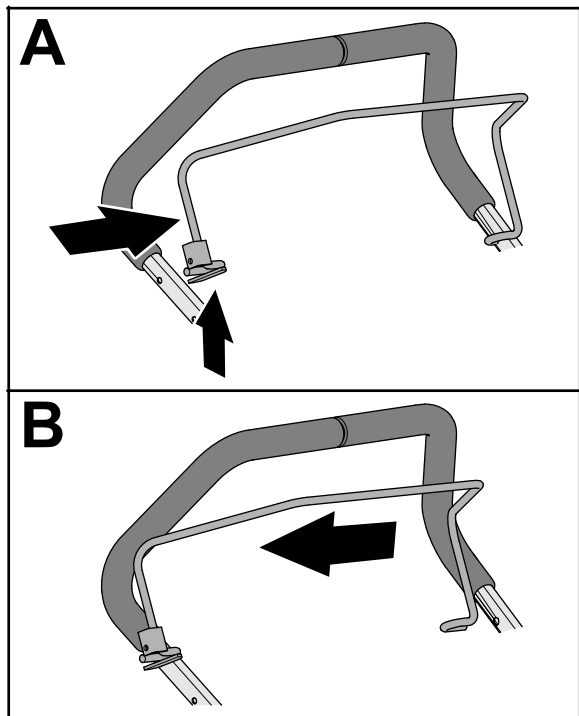

Рисунок 10
2. Нажмите на плечо штанги контроля присутствия оператора так, чтобы его можно было снять с верхней рукоятки, и снимите штангу с машины (Рисунок 10).